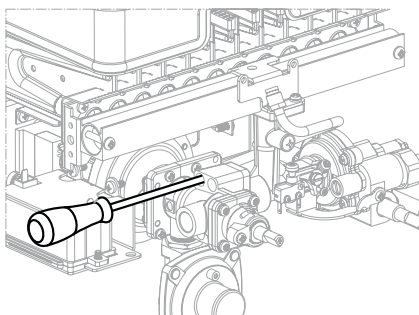

Рисунок 13
- 2.8.6 Выкрутите 4 винта из газового блока (рисунок 13)